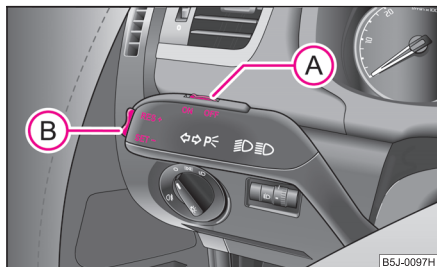

Fig. 105 Maneta: tasta și comutatorul sistemului de viteză de croazieră
- Apăsați comutatorul **A** ⇒ fig. 105 în poziția **ON**.
- Viteza memorată poate fi **mărită** fără acționarea pedalei de accelerație, prin apăsarea tastei **B** ⇒ fig. 105 în poziția **RES+**.
- Apăsați comutatorul **(A)** ⇒ pagina 94, fig. 105 spre dreapta în poziția **OFF**. ■